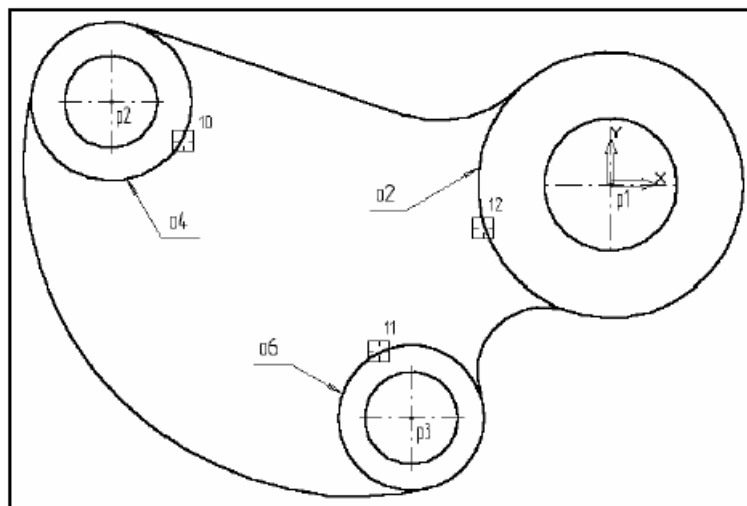

Рис.3.8
20. В ответ на запросы системы **Укажите участки кривой, которые нужно удалить** последовательно укажите окружность **o4** (мишень 10), окружность **o6** (мишень 11), и окружность **o2** (мишень 12), рис. 3.8.